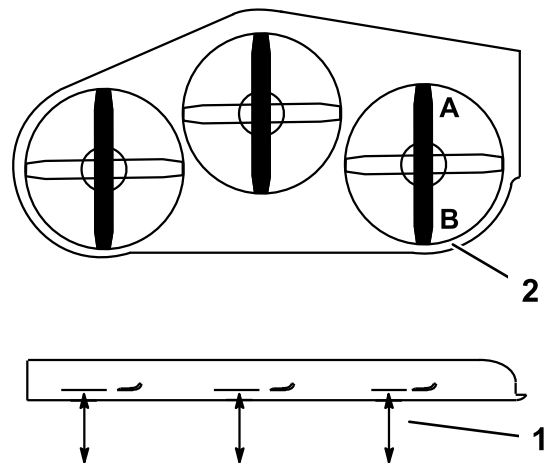

Figura 60
- Coloque la cuchilla **derecha** en posición longitudinal (Figura 60).
- Mida la cuchilla derecha en la posición **A** desde una superficie nivelada hasta el filo de corte del extremo de la cuchilla (Figura 60).
- Mida la cuchilla derecha en la posición **B** desde una superficie nivelada hasta el filo de corte del extremo de la cuchilla (Figura 60).
- La cuchilla del cortacésped debe estar entre 6 y 10 mm (1/4–3/8 pulg.) más baja en la posición **A** que en la posición **B** (Figura 60). Si no es correcta la distancia, continúe con los pasos siguientes.